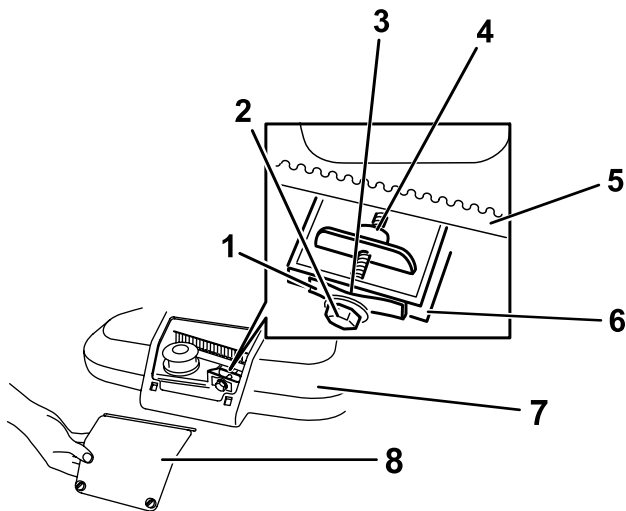

Figure 34
1. Desserrez les 2 vis sur le panneau d'accès au couvercle de courroie et déposez le panneau (Figure 34).
**Remarque:** Si un espace est visible entre la jauge et le ressort, serrez le boulon et l'écrou de réglage jusqu'à ce que la jauge d'épaisseur puisse à peine passer dans l'espace (Figure 34).